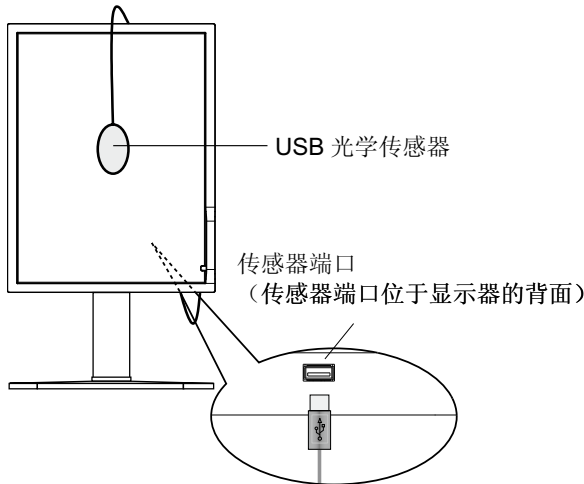

图 S.1
1. 要显示 CALIBRATION（校准）菜单，将 USB 光学传感器插入传感器端口（图 S.1）或选择高级菜单（第 19 页）中的 STAND ALONE CALIBRATION（独立校准）。
将显示面板后倾 5° 左右并将 USB 光学传感器放置在显示面板的中心（图 S.1）。